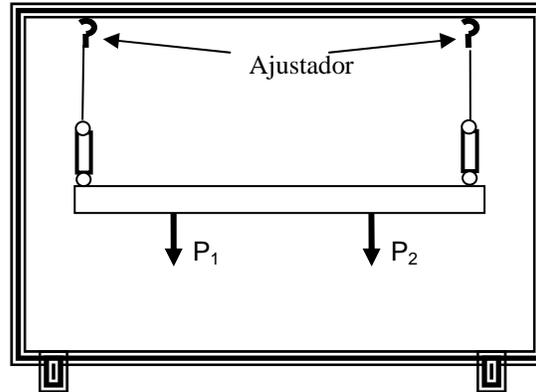

Fig. 2. En esta figura se muestra el esquema del arreglo que se debe hacer en esta práctica al sustituir los soportes por dinamómetros.
4. Comprobar las reacciones sustituyendo los soportes por fuerza como se muestra en la Fig. 2.